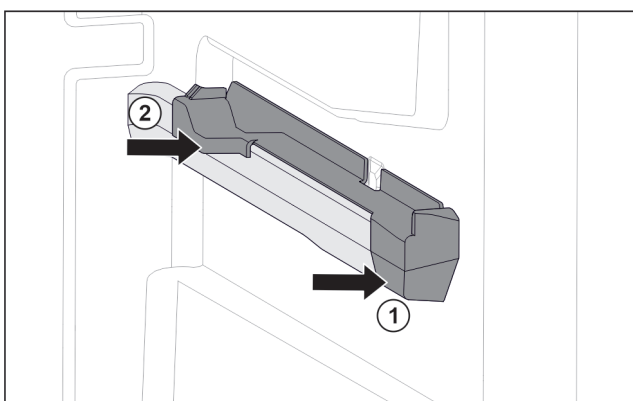

Fig. 125 Pieza de acoplamiento en la nervadura para recipientes derecha
- ▶ Coloque la pieza de acoplamiento delante en la nervadura para recipientes. Fig. 125 (1)
- ▶ Presione la pieza de acoplamiento por detrás. Fig. 125 (2)